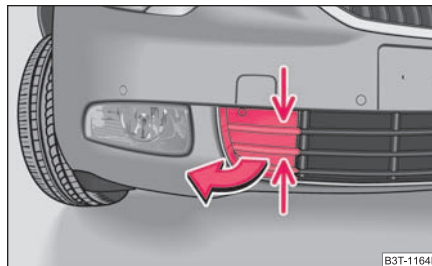

Fig. 236 Paragolpes delantero: rejilla protectora
- Coja la rejilla por los puntos indicados por unas flechas ⇒ fig. 236 y sáquela.